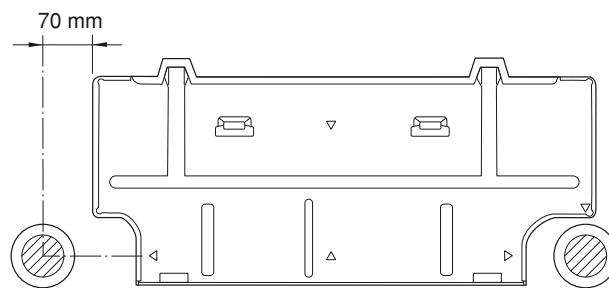

Fig. 9a
- (1) Posizionare sul muro, nel posto prescelto, il pannello posteriore dell'unità interna. Accertarsi che sia in posizione orizzontale usando una livella da falegname oppure misurando le distanze dal soffitto. Attaccare il pannello al muro solamente dopo aver eseguito il foro.
- (2) Stabilire in quale lato dell'unità eseguire il foro di passaggio tubazioni e cavi elettrici. (Fig. 9a o 9b)
Nel caso delle tubazioni posteriori volte a sinistra, usare i punti di misurazione a dal bordo del pannello posteriore in modo da poter posizionare in modo preciso l'uscita del tubo flessibile. (Fig. 9a o 9b)